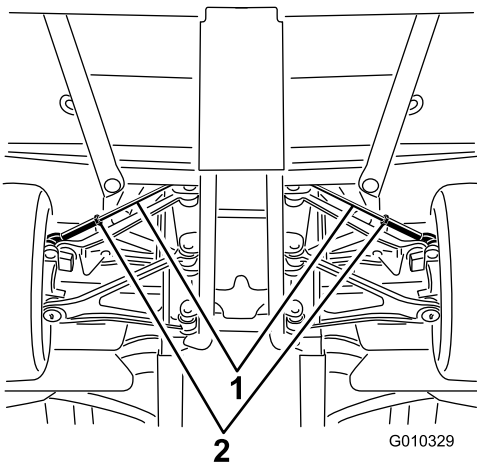

Figura 55
A. Allentate il controdado al centro del tirante (Figura 55).